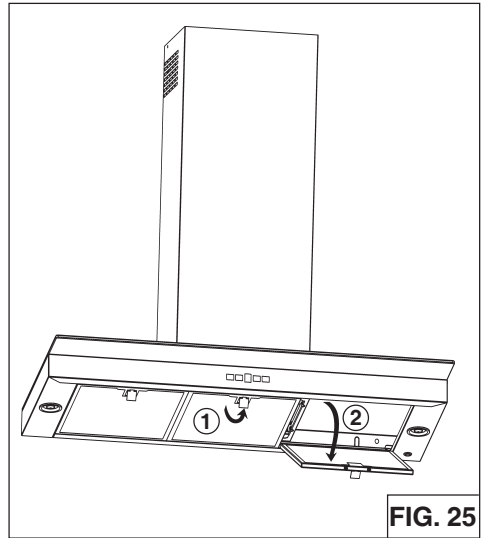

FIG. 25
1. Para quitar el filtro de grasa tire hacia abajo de la lengüeta de cierre para desacoplar el filtro de la campana. Incline el filtro hacia abajo y quitelo (Fig.25).